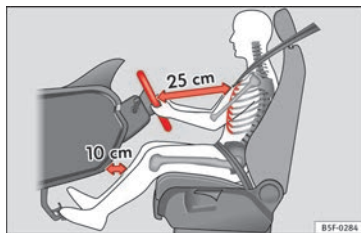

Abb. 82 Der richtige Abstand des Fahrers zum Lenkrad.
- Stellen Sie das Lenkrad so ein, dass der Abstand zwischen Lenkrad und Brustkorb mindestens 25 cm beträgt »» **Abb. 82**.
- Stellen Sie den Fahrersitz so ein, dass zwischen Ihrem Brustkorb und der Lenkradmitte ein Abstand von mindestens 25 cm vorhanden ist »» Abb. 82. Beträgt der Abstand weniger als 25 cm, kann Sie das Airbag-System nicht richtig schützen.